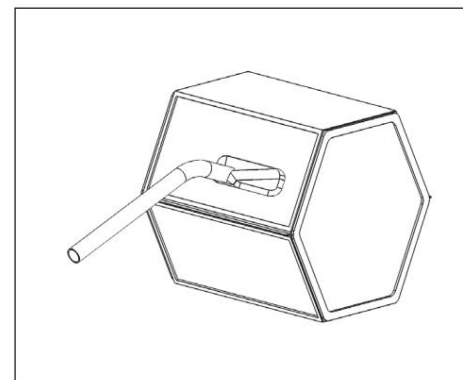

Fig. 8.p
- Curățați ventilatoarele anual cu un aspirator. Necesitatea efectuării acestei operațiuni poate varia de la caz la caz, în funcție de condițiile de mediu interne și externe. Nu îndepărtați niciodată clemele de echilibrare de pe motor (Fig. 8.kloq).